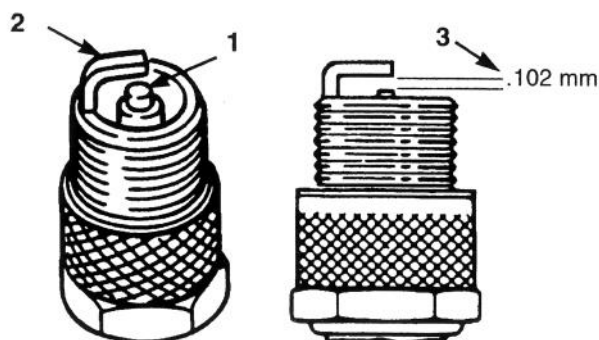

Figure 21
1. Examiner le centre de la bougie (Fig. 21). Si l'isolateur est légèrement marron ou gris, alors le moteur fonctionne correctement. Si l'isolateur est recouvert d'une couche noire, alors le filtre à air est encrassé.
2. Contrôler l'écartement entre les électrodes centrale et latérale (Fig. 21). Plier l'électrode latérale (Fig. 21) pour rectifier l'écartement le cas échéant.